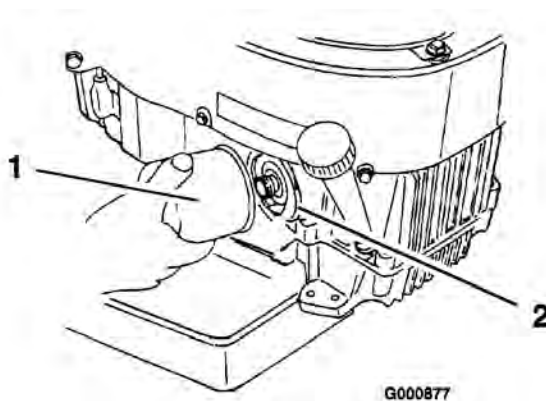

Figure 27
- Retirez le filtre usagé (Figure 27).
- Posez le filtre à huile de rechange sur l'adaptateur. Tournez le filtre dans le sens horaire jusqu'à ce que le joint rejoigne l'adaptateur, puis donnez 3/4 tour supplémentaire (Figure 27).